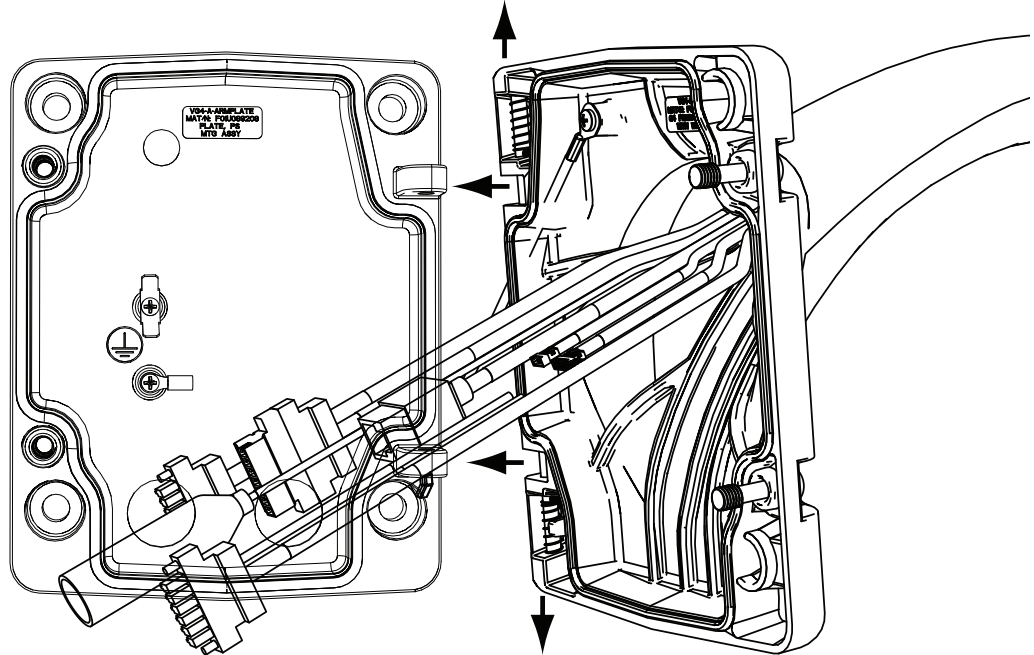

Figura 2.11 Conexión del soporte de pared a la placa de montaje
3. Mantenga abierto el pasador de bisagra superior y alinee las bisagras inferior y superior del soporte de pared con los puntos de acoplamiento de la placa de montaje. Consulte *Figura 2.11* anteriormente para ver una ilustración.